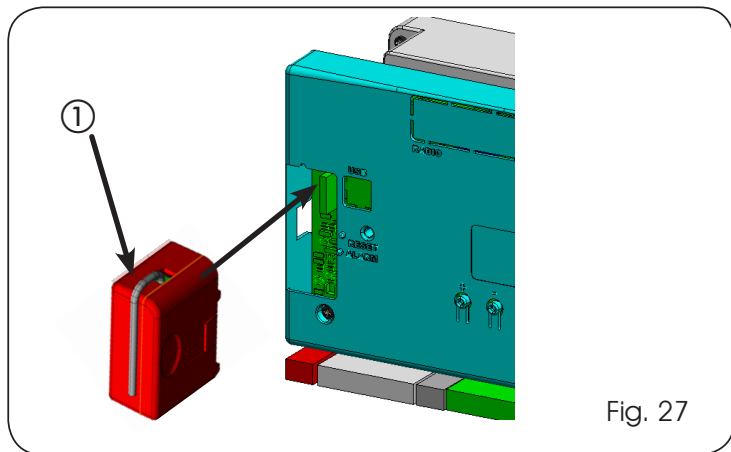

Fig. 27
El equipo electrónico está provisto de un sistema de descodificación (DS, SLH, LC/RC) bi-canal integrado llamado OMNIDEC. Este sistema permite memorizar, mediante un módulo receptor adicional (Fig. 27 ref. ①) y radiomandos de la misma frecuencia, tanto la apertura total (OPEN A) como la apertura parcial (OPEN B) del automatismo.